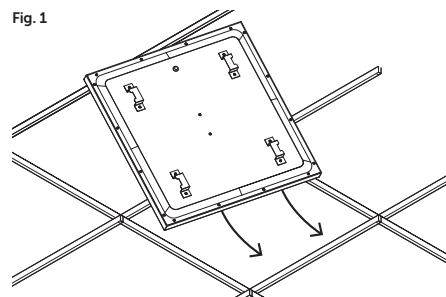

Fig. 2
- Monteer de H-beugel zoals aangegeven in Fig. 2.